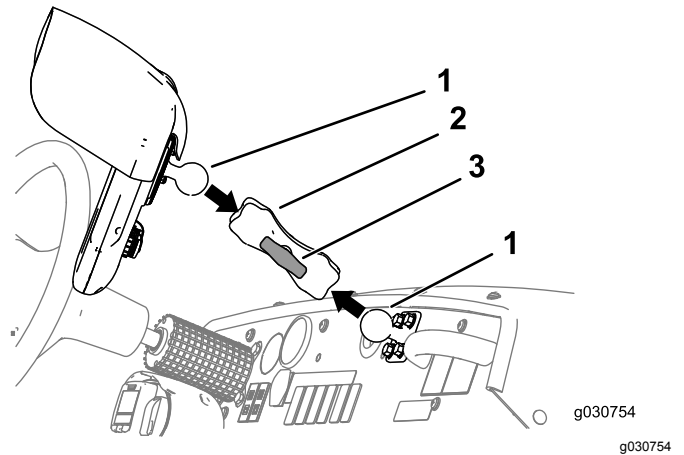

图 159
3. 松开监控器臂上的旋钮直至可以将打药车监控器后部接头上的球形枢轴和仪表板安装支架的球形枢轴同时滑入槽形监控器臂图 159。
4. 从驾驶员座椅左侧座椅处调节打药车监控器的位置以便您可以方便地看到显示屏图 159。
5. 用手拧紧监控器臂的旋钮图 159。